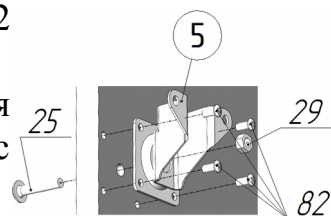

Рис.6.1 Слева
- шарнир рамы поз.5, используя винт М8х40 поз.25, гайку М8 со стопорным кольцом поз.29 и по 4 самореза Ø4х16 поз.82 (см.рис.6.1).